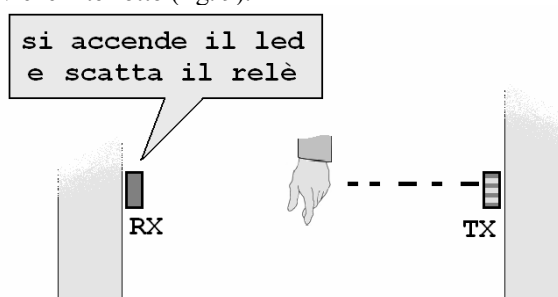

FIG. 9
- 4) Alimentare le fotocellule e verificare l'allineamento tra ricevitore e trasmettitore osservando il led del ricevitore. Il led si accende quando il fascio a raggi infrarossi viene interrotto (fig. 9).
- 6) Ripetere la verifica del funzionamento CON I COPERCHI MONTATI; stando vicino al ricevitore si sente la commutazione del relè quando il raggio viene interrotto (fig. 9).